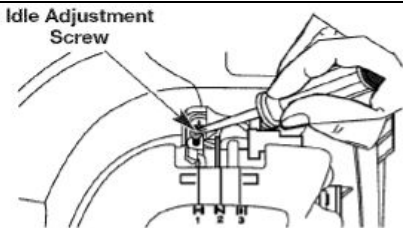

Рис. 26
При необходимости обороты двигателя на холостом ходу может быть отрегулированы с помощью винта, расположенного между крышкой воздушного фильтра и корпусом стартера двигателя (Рис.26).
2. Отпустите рычаг регулятора газа, двигатель должен работать на холостом ходу. В том случае, если двигатель глохнет, вставьте маленькую отвертку Phillips между крышкой воздушного фильтра и корпусом двигателя (Рис. 26). Поворачивайте винт холостого хода по часовой стрелке на 1/8 оборота каждый раз /при необходимости/, пока двигатель не будет стабильно работать на холостых оборотах.